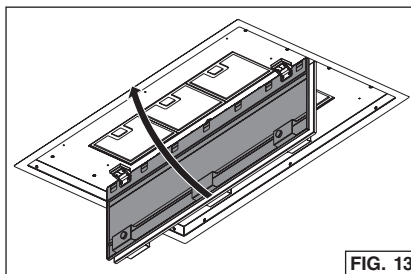

FIG. 13
3. Pour enlever les filtres pour le nettoyage, enfoncez la languette métallique afin de dégager les filtres de la hotte. Inclinez le filtre vers le bas et enlevez-le. Fig. 13.